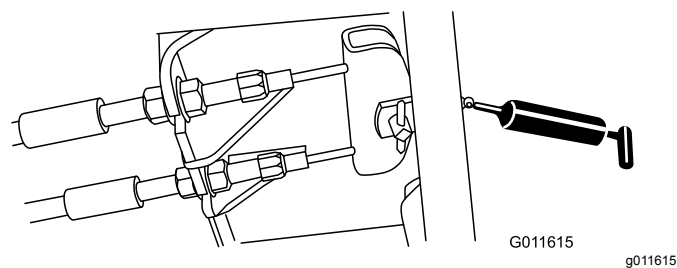

Figure 83
- Pédale de frein (1) (Figure 83)